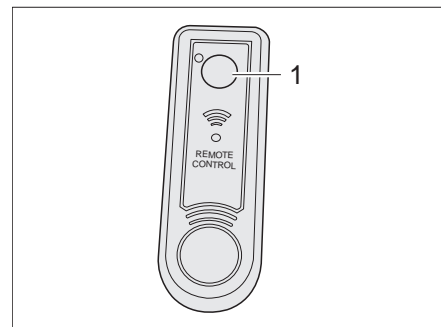

Fig. 110 Mando a distancia lámpara en el techo elevable
- Pulsar el botón (Fig. 110,1) para encender o apagar la lámpara.